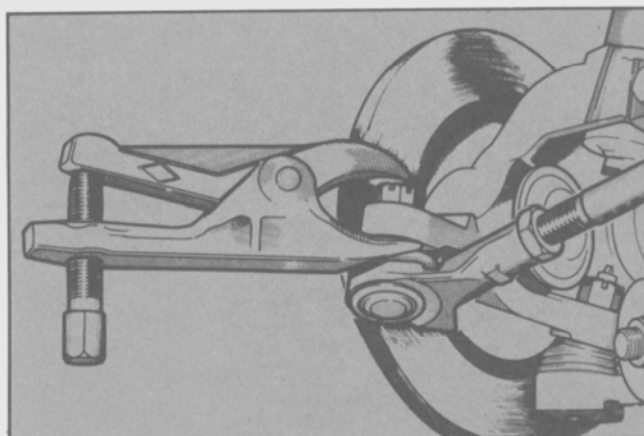

Fig. 38 - Extractor de extremos de dirección.
- Utilizando la herramienta T74G-3130-BAS, desprender el extremo del brazo de la dirección (Fig. 38).